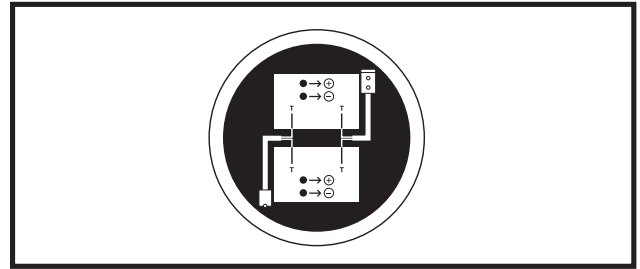

Abb. 27. Schaltbild Batterieverkabelung
Ein Schaltplan der Batterieverkabelung ist auf einem Hinweisschild auf der Batterieabdeckung dargestellt. Siehe Abb. 27 und Datentabelle im Abschnitt III. „Ihr Elektrorollstuhl“ für die korrekten Batterieanforderungen.
16. Verbinden Sie die Kabel an der hinteren Batterie. Siehe Abb. 27.
19. Verbinden Sie die Kabel an der vorderen Batterie. Siehe Abb. 27.